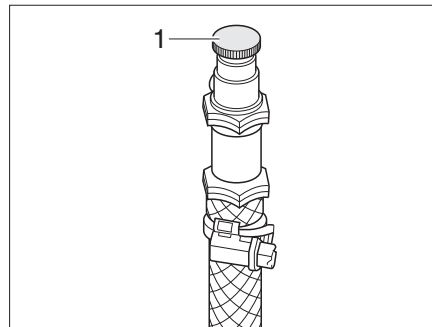

Fig. 360 Válvula de purga de la calefacción de agua caliente
- Abrir la válvula de purga (Fig. 360,1) y dejarla abierta hasta que deje de salir aire.